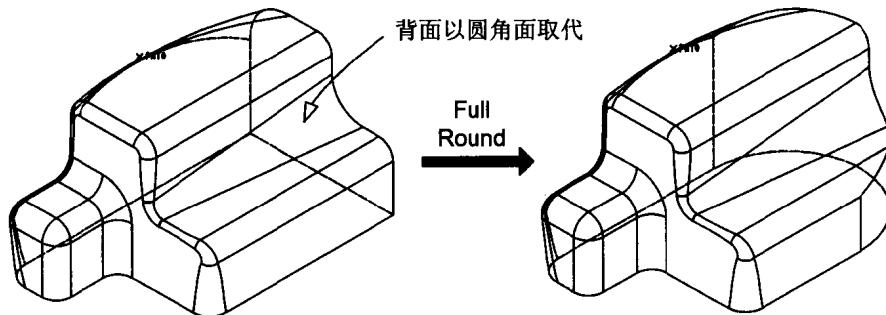

图 1.6
- Full Round: 将选定的面用圆角面取代（见图 1.6）。